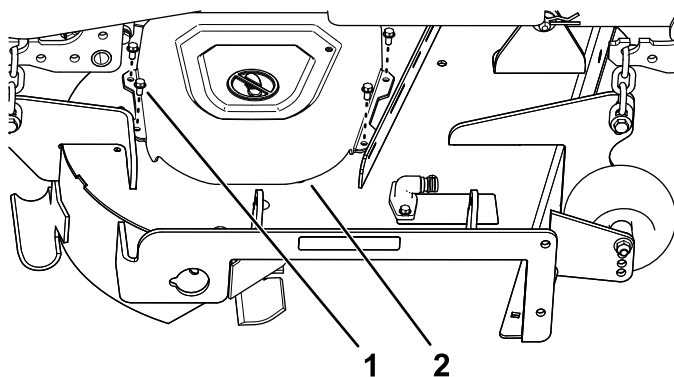

Figura 7
3. Retire os quatro parafusos ( $\frac{1}{4}$  pol. x  $\frac{1}{2}$  pol.) que prendem a cobertura da correia direita e retire a cobertura (Figura 7).